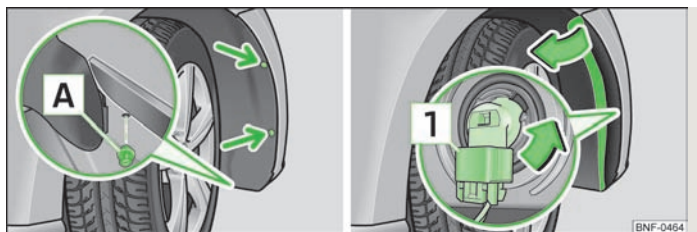

Fig. 122 Passaruota anteriore: Sostituire la lampadina per fendinebbia
- Svitare le due viti di fissaggio del rivestimento della ruota utilizzando il cacciavite» pagina 128, *Attrezzi di bordo* (freccia) » fig. 122.